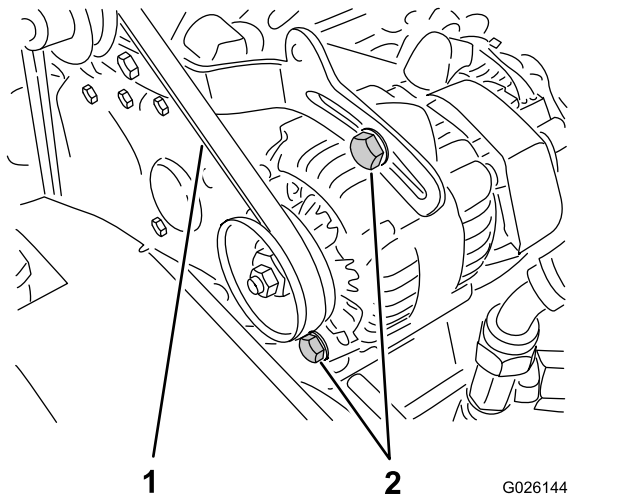

図 62
2. クランクシャフトとオルタネータのプーリー間の中央でベルトを指で押してベルトの張りを点検する 押す力は 10kg 程度 (図 62)。
- A. オルタネータの取り付けボルト 2 本をゆるめる 図 62。
- B. エンジンとオルタネータの間にバールを入れて適当な張りに調整し、取り付けボルトを締め付ける 図 62。